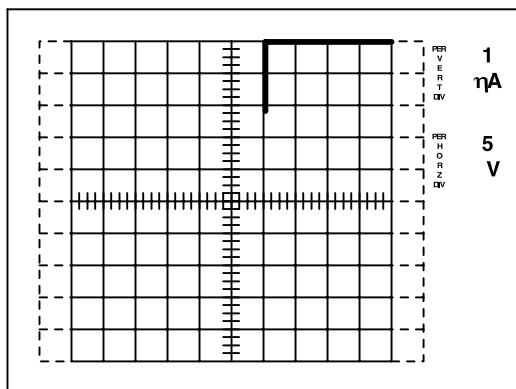

Рис.6. Ток утечки затвор-исток ( $I_{GSS}$ ) при - 20 В
10. Вышеуказанная процедура служит для определения тока утечки затвора при положительном напряжении затвора. Для выполнения такого же измерения при отрицательном напряжении нужно снизить напряжение VARIABLE COLLECTOR SUPPLY до нуля, изменить положение переключателя POLARITY на PNP и еще раз подать напряжение (См.Рис.6). Лучу потребуется время для установления из-за емкости затвор-исток.